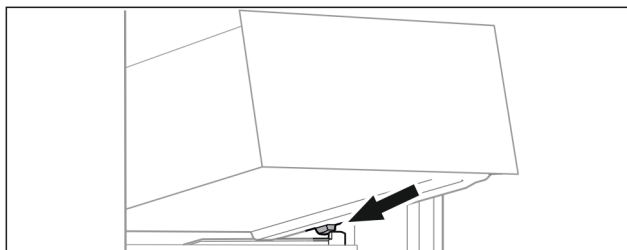

Fig. 97
- ▶ Predal postavite v poševnem položaju za zaustavljalniki na nastavek za posodo. (glejte Fig. 97)